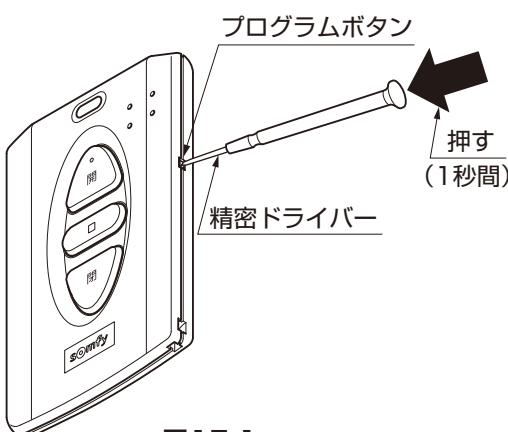

図15-1
- ①登録済みのカードリモコンのプログラムボタンを、シャッターが小さく上下に動くまで、精密ドライバーなどで約1秒押して再設定してください。（図15-1参照）